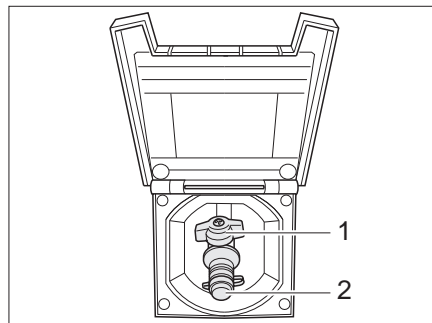

Bild 181 Externer Gasanschluss, Gasabsperrentil geschlossen
Der externe Gasanschluss (Bild 181) befindet sich auf der rechten Fahrzeugseite. In Ausnahmefällen befindet sich der externe Gasanschluss auch auf der linken Fahrzeugseite oder im Heck.
- Externes Gasgerät an der Anschluss-Stelle (Bild 181,2) anschließen.
- Das Gasabsperrentil (Bild 181,1) öffnen.